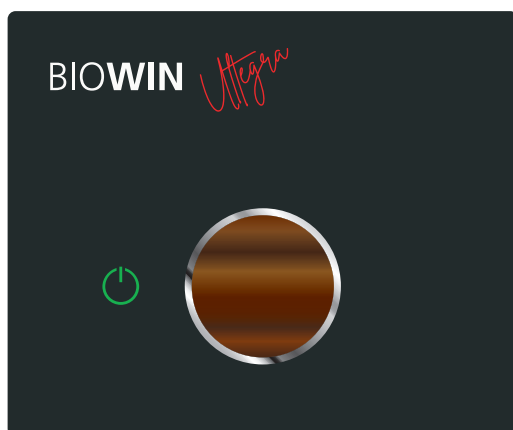

Fig. 44 BioWIN Ultegra ausgeschaltet
- ▶ Kessel mittels myMagic Button ausschalten (☹) und warten, bis Ausbrandbetrieb fertig ist (Symbol ☹ leuchtet dauernd und Farbring unter myMagic Button ist aus – Fig. 44).
- ▶ Kessel mittels myMagic Button ausschalten (☹) (siehe Punkt 12.5 auf Seite 24) und warten bis der Ausbrandbetrieb fertig ist, Symbol ☹ leuchtet dauernd und der Farbring ist aus (ca. 20 min.) – Fig. 44.
- ▶ Kessel mittels myMagic Button ausschalten (⏻) und warten, bis Ausbrandbetrieb fertig ist (Symbol ⏻ leuchtet dauernd und Farbring unter myMagic Button ist aus – Fig. 44).
- ▶ Kessel mittels myMagic Button ausschalten (⏻) (siehe Punkt 12.5 auf Seite 24) und warten bis der Ausbrandbetrieb fertig ist, Symbol ⏻ leuchtet dauernd und der Farbring ist aus (ca. 20 min.) – Fig. 44.